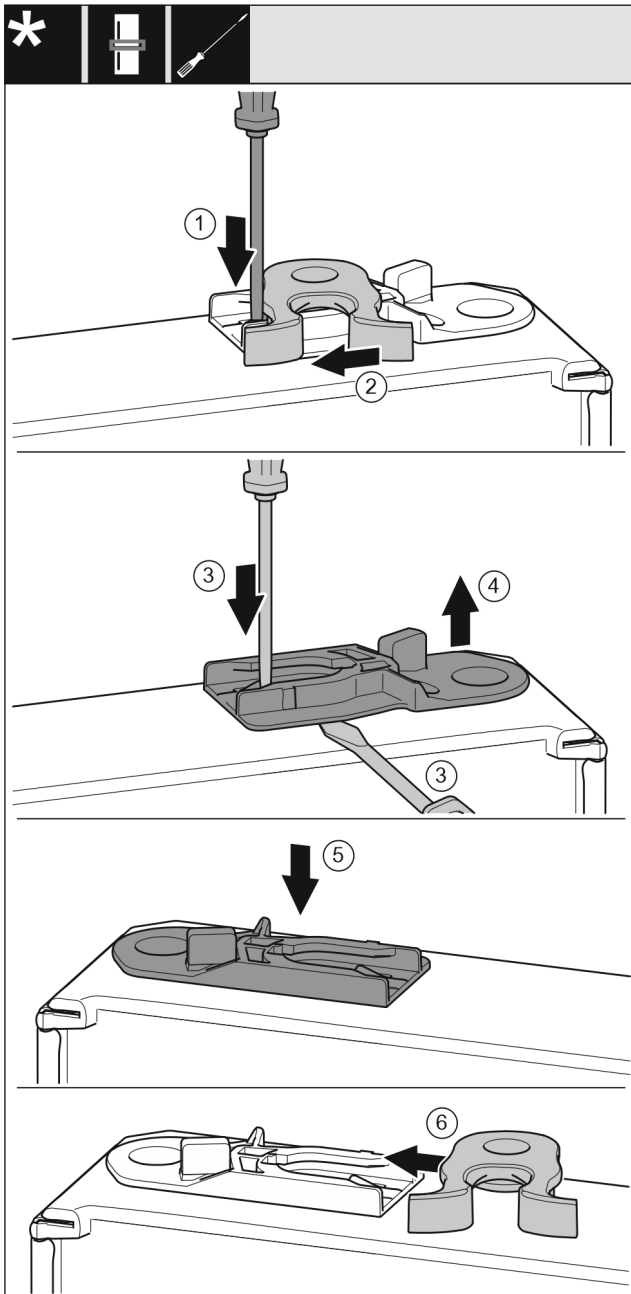

Fig. 18
- ▶ Plochým skrutkovačom zatlačte strmeň nadol. Fig. 18 (1)
- ▶ Zatvárací hák vyťahnite z vedenia. Fig. 18 (2)
- ▶ Vytiahnite vodiace puzdro: plochým skrutkovačom zatlačte strmeň a súčasne plochý skrutkovač zasuňte pod vodiace puzdro. Fig. 18 (3, 4)
- ▶ Vodiace puzdro, ktoré je súčasťou dodávky, zasuňte na druhej strane telesa. Fig. 18 (5)
- ▶ Zatvárací hák zasuňte do vedenia. Fig. 18 (6)